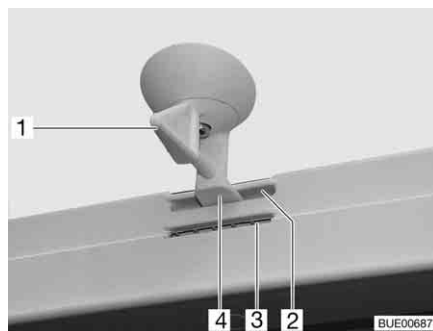
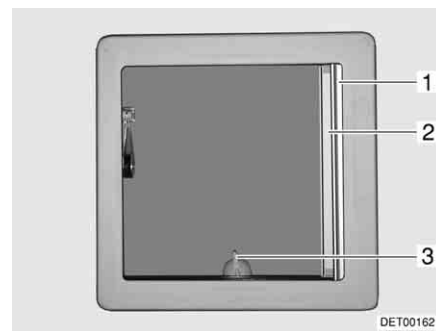

Fig. 72 Oblò inclinabile, bloccaggio
Fig. 73 Oblò inclinabile
- Ruotare la leva (Fig. 72,1 o Fig. 73,3) di un quarto di giro.
- Girare la leva di un quarto di giro. Il bloccaggio (Fig. 72,4) deve entrare nella feritoia inferiore (Fig. 72,3).
- Girare la leva di un quarto di giro. Il bloccaggio (Fig. 72,4) deve entrare nella feritoia superiore (Fig. 72,2).
- Tirare la tendina oscurante pieghevole (Fig. 73,1) fino alla posizione desiderata e rilasciare. La tendina oscurante pieghevole rimane in questa posizione.
- Estrarre la zanzariera a rullo (Fig. 73,2) fino a quando non scatta il bloccaggio dalla parte opposta.